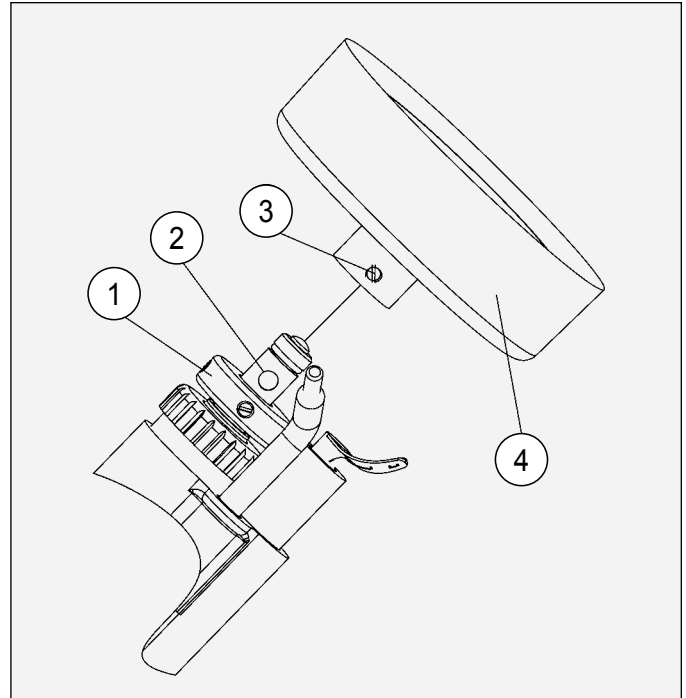

Abbildung 8: Installation der Glocke auf der Welle
3. Die Glocke auf der Welle installieren. Die Welle des Applikators festhalten und die Glocke auf die Welle drehen, bis die Glocke gut sitzt. Mit der Stellschraube und der Aussparung auf der Welle ausrichten. Die Stellschraube an der Glockennabe handfest anziehen. (Siehe Abbildung 8)
EINBAU DER GLOCKE (Abbildung 8)